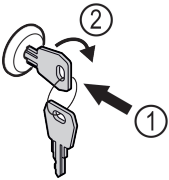

Fig. 55
- ▶ Пъхнете ключа Fig. 55 (1).
- ▶ Завъртете го на 90° по посока на часовниковата стрелка Fig. 55 (2).